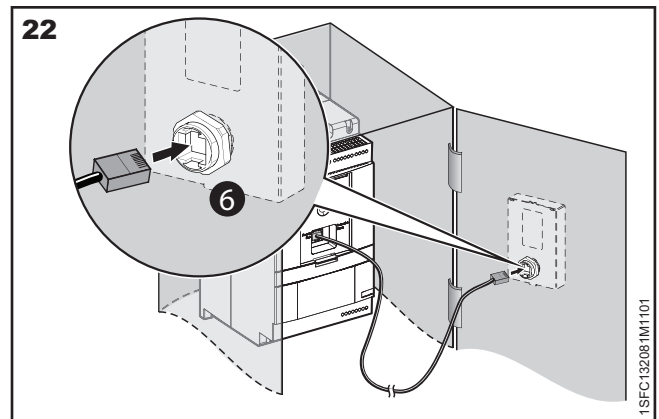

Рис. 22. Подсоединение другого конца сетевого кабеля
4. Подсоедините другой конец сетевого кабеля к сетевому порту в задней части съемной панели управления, см. **6** на **рис. 22**.